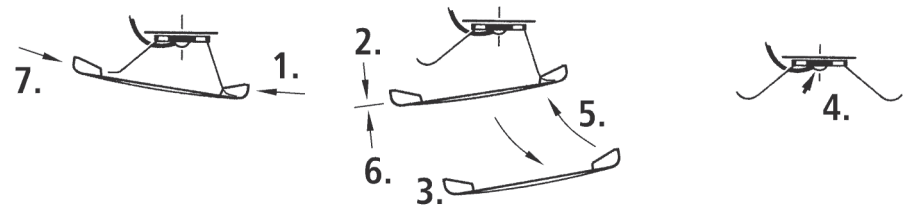
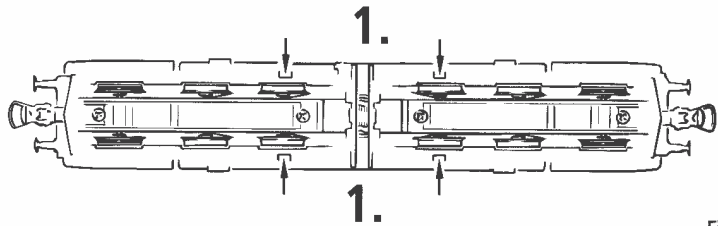

Fig. 6
Fig. 3c
Mehrzugbetrieb: Zuerst Lokgehäuse abnehmen (Fig. 3c). Danach den Brückenstecker aus der Schnittstelle entfernen (diesen sorgsam aufbewahren). Danach den Stecker des Decoders lagegerecht einsetzen (Fig. 5).
4. Kohlebürstenwechsel: Lokgehäuse abnehmen (Fig. 3c). Danach wird der Motor ausgebaut und die Kohlebürsten ausgewechselt (Fig. 6).
4. Carbon Brush Changing: First remove loco body (fig. 3c), and then the motor (fig. 6).
4. Remplacement des balais du moteur: Démontez la caisse (fig. 3c). Démontez ensuite le moteur et échangez le balais (fig. 6).
1. siehe } Fig.3c